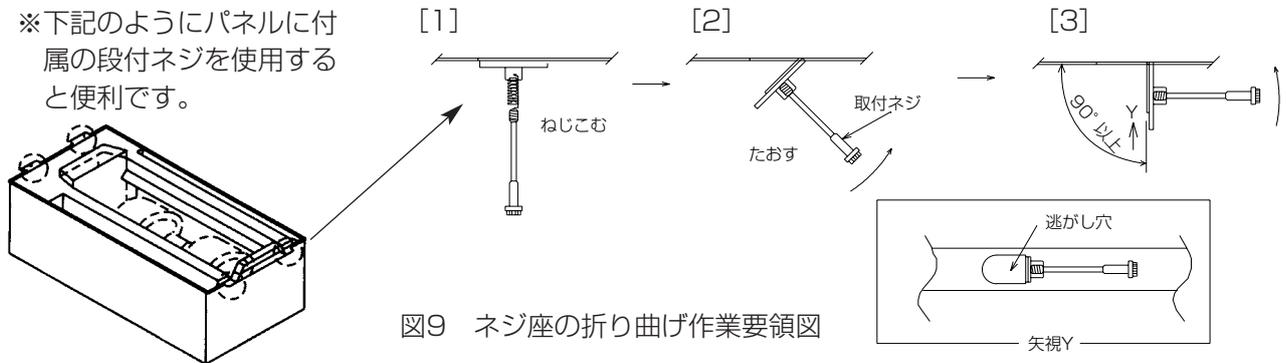

図9 ネジ座の折り曲げ作業要領図
①本体4カ所のパネル取付けネジ座を図9の通りに折曲げて、パネル取付け用段付ネジの逃がし穴を設けてください。(別売品のパネルに付属の段付ネジを使用するときの例を示します。)
②段付ネジがない場合は、マイナスドライバーやラジオペンチなどで同様に逃がし穴をあけてください。